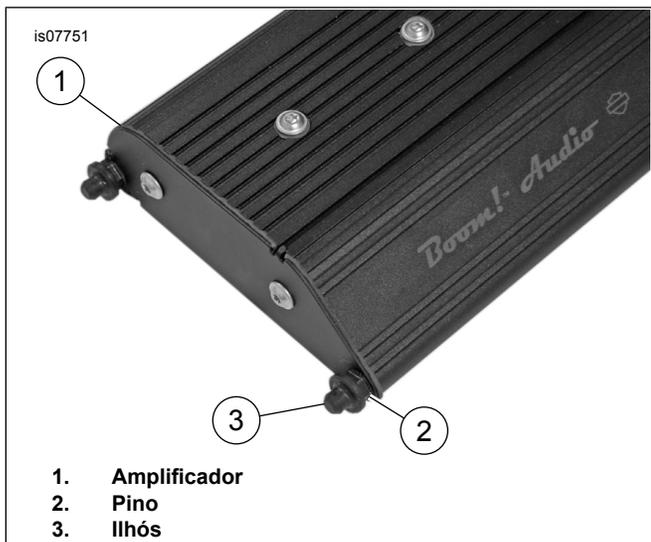

Figura 6. Pinos do amplificador
7. Veja Figura 6. Instale os pinos do amplificador no amplificador. Aperte.